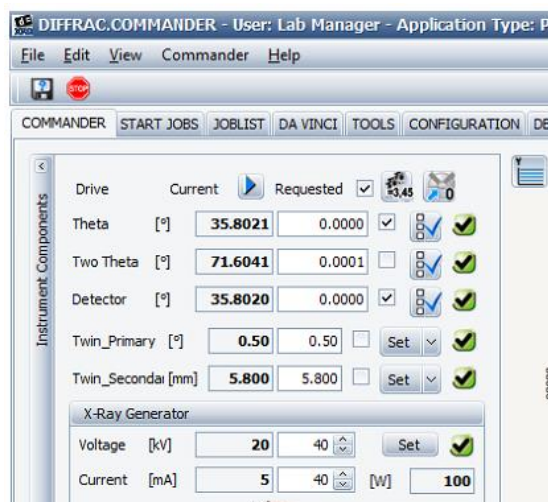

图 4-4
4.3 初级 Twin optics 设为  $0.5^\circ$  发散度，次级的 Twin optics 选择 fixed mm，并设定为 5.8mm。（图 4-4）。